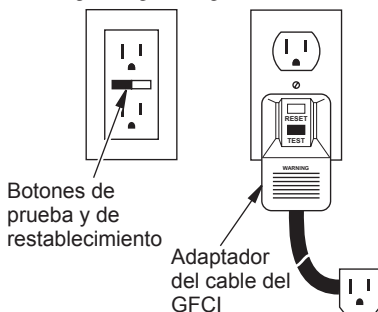

Figura 1. Opciones para el GFCI
- Los dispositivos de GFCI aceptados comúnmente se muestran en la figura 1.